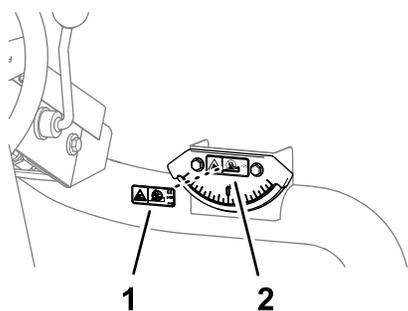

Рисунок 39
наклона спиртом и дайте наклейке высохнуть (Рисунок 39).
2. Снимите с обратной стороны защитную пленку и приложите наклейку для стран, выполняющих требования стандартов ЕС, с предупреждением об опасности наклона на предупреждающую наклейку о наклоне на индикаторе угла наклона (Рисунок 39).